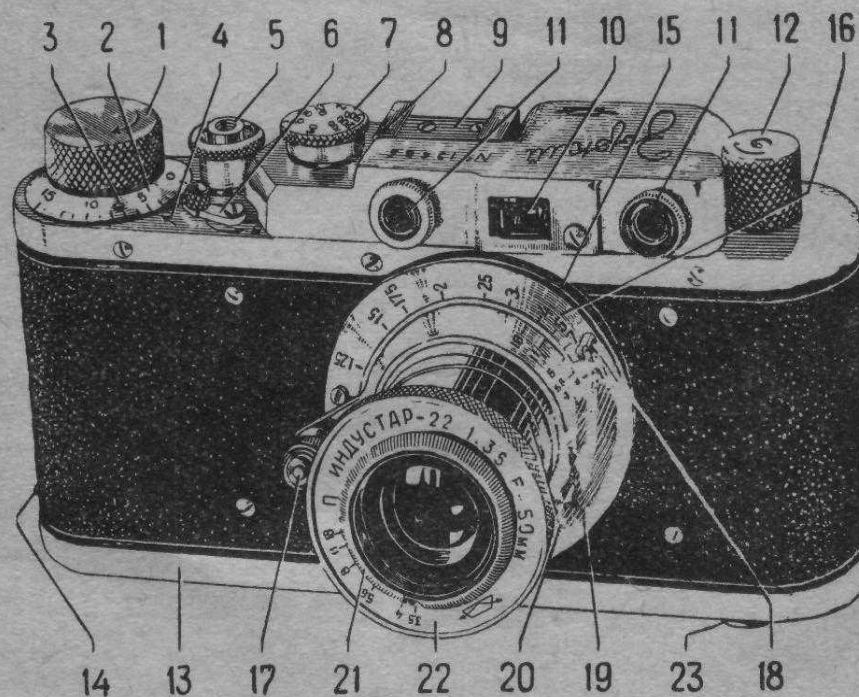
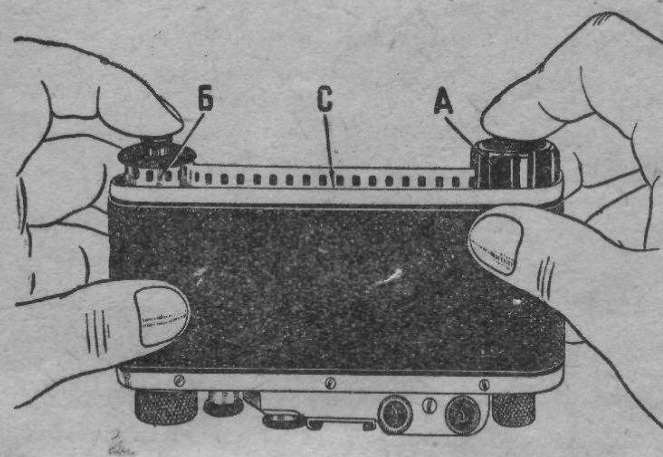

Рис. 1.
Рис. 11.
(рис. 1).
4. Открытую камеру поставьте объективом от себя (рис. 11). Держа кассету «А» правой рукой, а катушку «Б» левой, введите пленку в прорезь «С», равномерно опуская их в гнезда. Если кассета не доходит до места, то слегка поверните головку обратной перемотки 12 (рис. 1).
5. Наденьте нижнюю крышку 13 (рис. 1), плотно прижмите ее и поверните дужку замка
6. Два раза заведите механизм, нажимая спусковую кнопку 5 после каждого завода, наблюдая при этом, правильно ли тянет механизм пленку и вращается ли головка обратной перемотки пленки 12 (рис. 1).
7. Установите «0» шкалы счетчика 2 против указателя 4 (рис. 1).
В этом случае пленка будет вытягиваться с большим трудом. Прочность пленки может оказаться недостаточной, и она будет рваться зубьями барабана в месте перфорации. Передвижение пленки прекратится, так как зубья барабана будут вращаться в сорванных местах перфорации. Эту ошибку легко обнаружить по отсутствию вращения головки обратной перемотки пленки 12 (рис. 1) и шороха, связанного с движением пленки.
ния приемной катушки и кассеты в гнезда аппарата и введения пленки в прорезь «С», выключатель механизма 6 (рис. 1) после перемотки пленки остался в положении, повернутом по стрелке до буквы «В». В этом случае не будет сцепления валика приемной катушки с зубчатым барабаном и при поворачивании головки заводного механизма 1 (рис. 1) пленка из кассеты будет вытягиваться без участия зубчатого барабана. Так как пленка протягивается через щель «С» с некоторым натягом, конец пленки, укрепленный под пружину приемной катушки, в некоторых случаях может быть вырван.